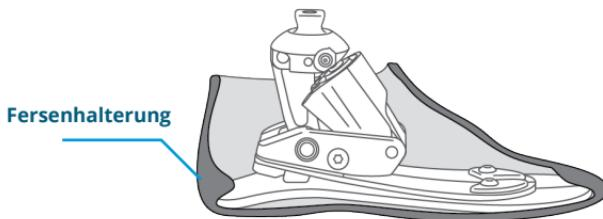

Abbildung 4
- Schieben Sie die Fußschale über die Ferse oder führen Sie ggf. einen Schuhlöffel in die Fußschale ein und schieben Sie die Ferse mit einem Schuhlöffel in die Fersenhalterung. Der Fersenverschluss muss einrasten (Abbildung 4), damit er richtig funktioniert und sicher ist.